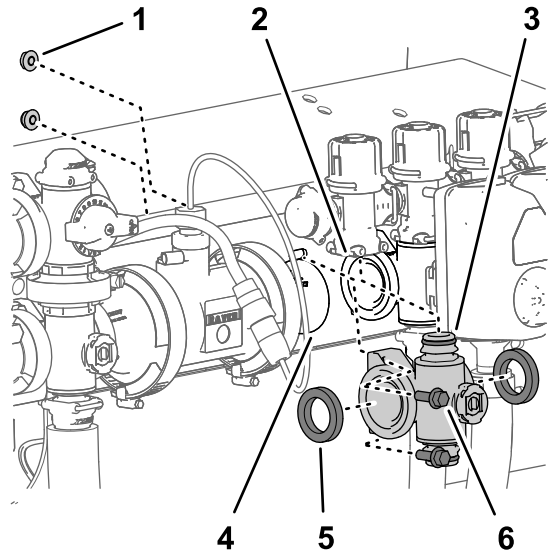
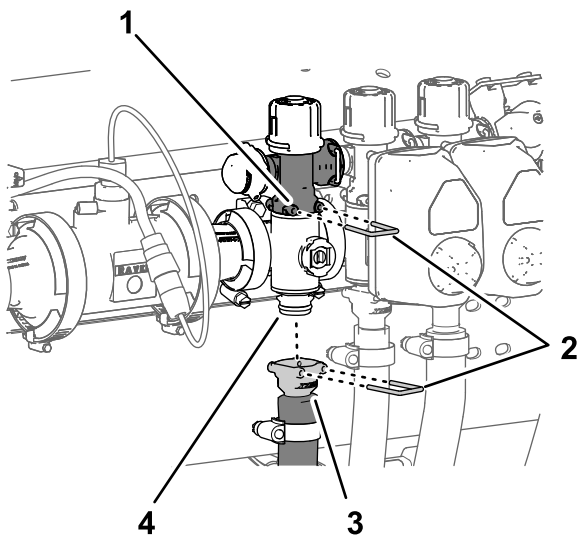

Figure 132
Figure 133
1. Alignez les 2 joints que vous avez retirés à la section Dépose de la valve de collecteur de section \(page 95\) et les brides du collecteur de vanne de section (Figure 132).
2. Alignez la bride du collecteur de vanne de section entre les brides des autres vannes de section et/ou adaptateur de raccordement (Figure 132).
3. Fixez le raccord rapide du collecteur de vanne de section au raccord rapide femelle de la vanne de dérivation de section à l'aide d'un l'étrier de fixation (Figure 132 et Figure 133).
5. Pour les collecteurs de vannes de sections gauche et droite, fixez le collecteur de vanne au support de vannes (Figure 132) à l'aide des 2 boulons à embase ($\frac{1}{4}'' \times \frac{3}{4}''$) et des 2 contre-écrous à embase ($\frac{1}{4}''$) que vous avez
8. Fixez le raccord rapide du flexible de section au raccord rapide du collecteur de vanne de section à l'aide de l'étrier de fixation (Figure 133).